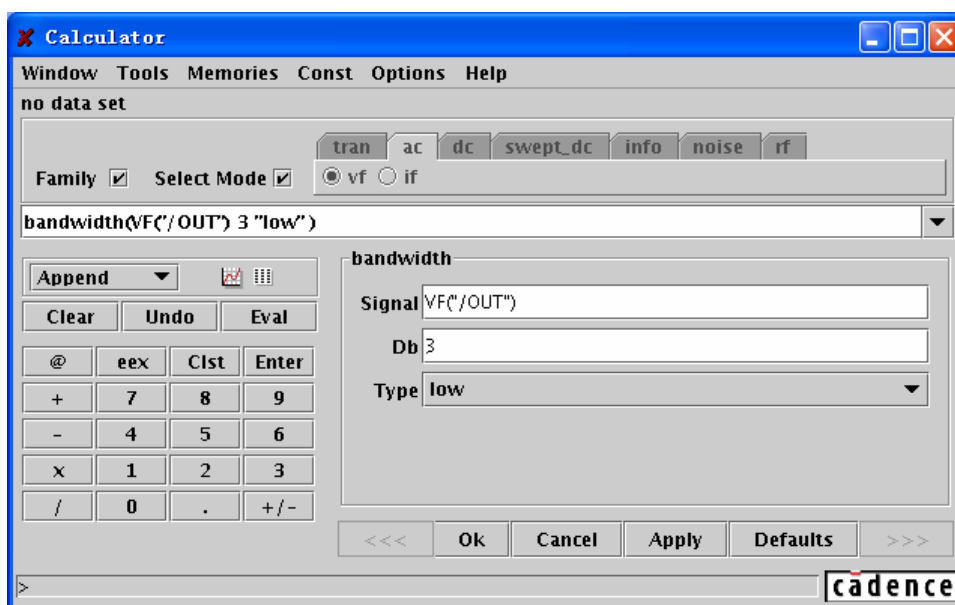

图 11.13 在“Waveform Calculator”中建立所需要的表达式
- 4) 利用在第 12 章的方法，在“Waveform Calculator”中建立所需要的表达式。图 11.13 显示了在“Waveform Calculator”获得共源极放大器 3dB 带宽的表达式。